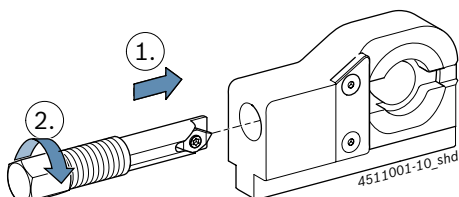

Fig. 11: Pripevnenie otočného vretena
4. Zasuňte otočné vreteno do nástroja na demontáž podľa Fig. 11 a zaskrutkujte ho do závitú.